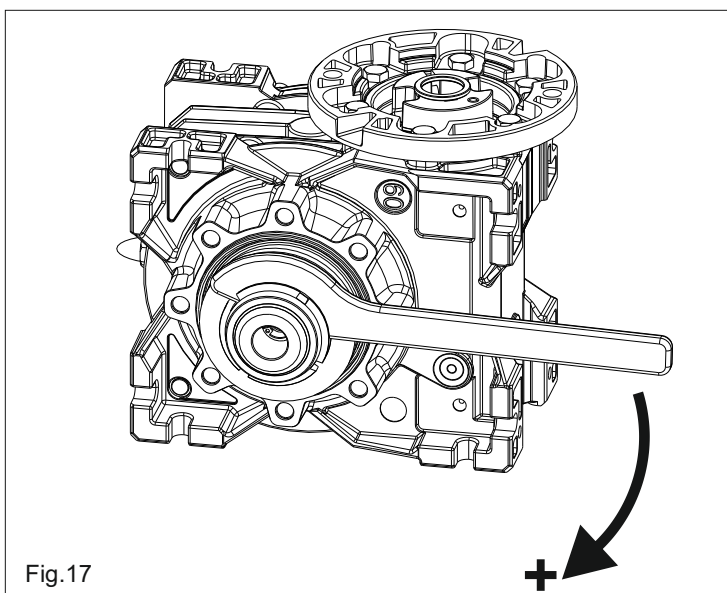

Fig.17
- Para **aumentar** la cupla girar la llave en sentido horario, Fig.17.